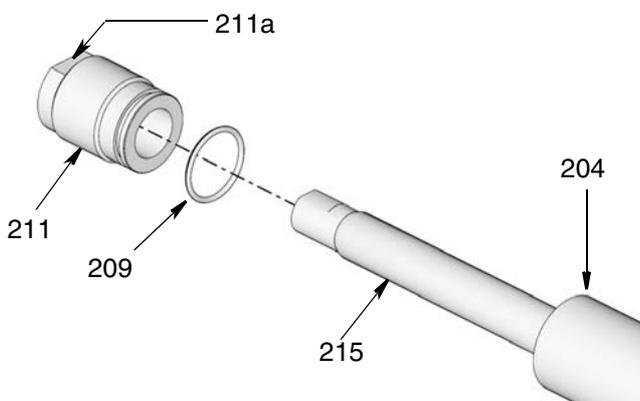

Рис. 28
- Используйте гаечный ключ на лысках штока заливки насоса (215). Открутите шестигранную гайку (219).
- Открутите лопатку (216) и снимите ее со штока заливки насоса (215).
17. Используйте гаечный ключ на лысках (211а) держателя уплотнения (211) и плоский гаечный ключ, поворачивая его в противоположном направлении, на цилиндре насоса (204), для ослабления затяжки и снятия переходника и уплотнительного кольца (209) с цилиндра насоса (204) (Рис. 28). Утилизируйте уплотнительное кольцо. Используйте новое уплотнительное кольцо из ремонтного комплекта для обратной сборки.